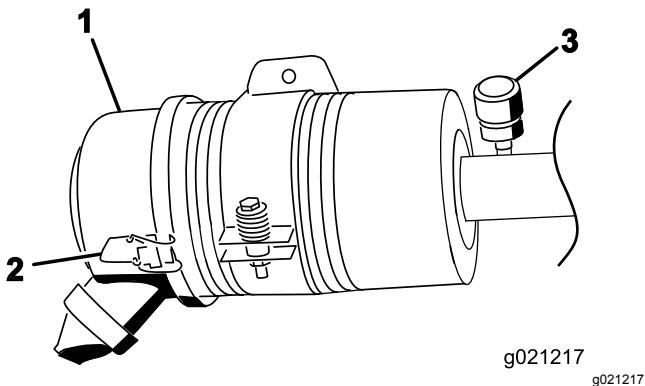

Рисунок 72
Обслуживание фильтра воздухоочистителя следует производить только тогда, когда этого требует индикатор обслуживания (Рисунок 72). Замена воздушного фильтра без необходимости ведет лишь к повышению вероятности попадания грязи в двигатель при извлечении фильтра.
- Отпустите защелки, фиксирующие крышку воздухоочистителя на его корпусе (Рисунок 72).